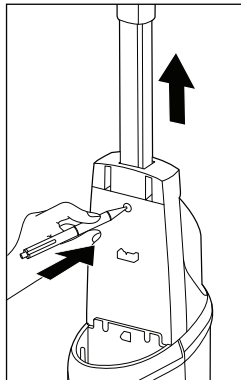

Fig. 2
- Si desea volver a extraer la pieza manual **1** del aparato, primero debe retirar el depósito de agua limpia **11** del aparato para acceder al encastre de la pieza manual **1** (consulte el capítulo **Llenado del depósito de agua limpia**). Tras extraer el depósito de agua limpia **11**, presione el encastre de la pieza manual **1** con un objeto puntiagudo para extraerla del orificio de encastre. A continuación, podrá volver a extraer la pieza manual **1** del aparato (consulte la fig. 2).